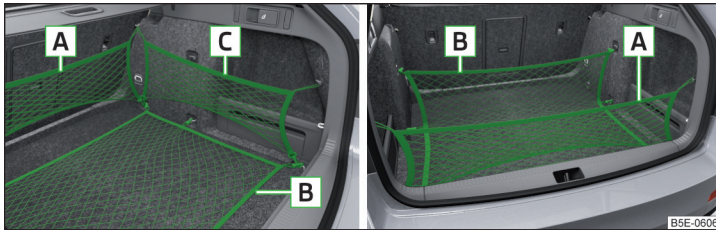
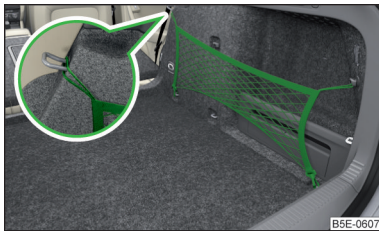

Abb. 128 Befestigungsbeispiele für Netze
Abb. 129
**Befestigungsbeispiele für Netze** » Abb. 128 und » Abb. 129